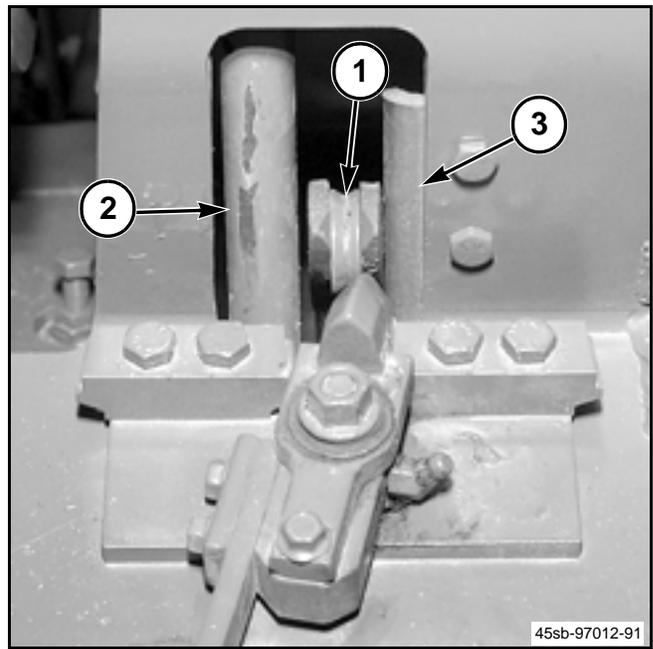

FIG. 82
FIG. 82: Mueva las agujas (1) de lado a lado en el portador de agujas. La aguja debe separarse del eje del retorcedor (2) en un lado, y separarse de la guía de aguja (3) en el otro lado por 0.8 a 1.6 mm (1/32 a 1/16 pulg).